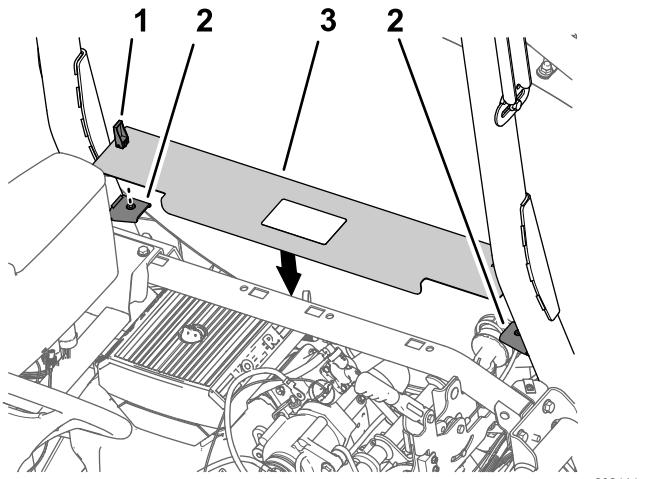

Figura 219
- Allineate i dispositivi di fermo del pannello di accesso del motore con le boccole nelle staffe di supporto del pannello sul roll bar (Figura 219).
- Montate il pannello sulle staffe (Figura 219).
- Ruotate i dispositivi di fermo delle maniglie verso il basso per fissare il pannello alle staffe (Figura 219).